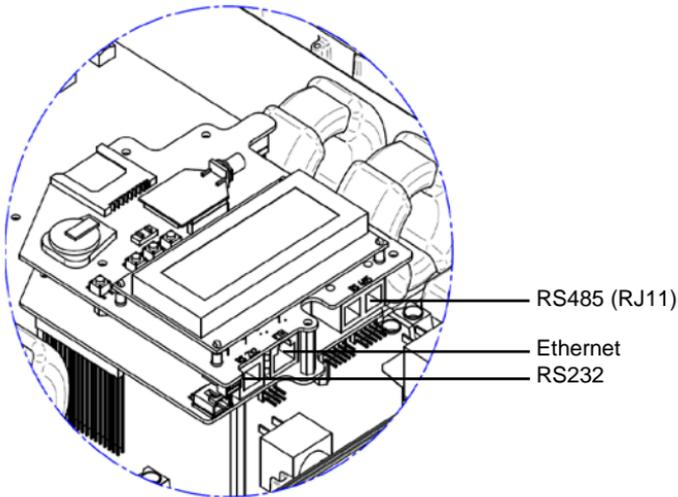

Abbildung 19: Ethernet und RS485– RJ45/RJ11-Buchsen
- Verbinden Sie den Ethernet-Stecker mit der in Abbildung 19 gezeigten integrierten RJ45-Buchse an der Kommunikationskarte des Wechselrichters.